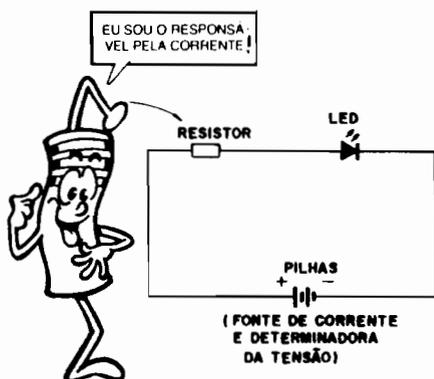

Fig. 6
-FIG. 6- Para prevenir a possibilidade de **CORRENTE** excessiva, os LEDs são, normalmente, ligados a determinada fonte de alimentação (pilhas, por exemplo...) **através de um resistor**, que exerce a **IMPORTANCIE** função de **limitar** a corrente que pode atingir ou transitar pelo componente... O valor ôhmico desse resistor é função da **TENSÃO** ("voltagem") apresentada pela fonte de alimentação, do brilho ou intensidade luminosa que se pretende obter do LED, etc. O cálculo preciso e "matemático" desse resistor será ensinado em futura Lição de ABC...